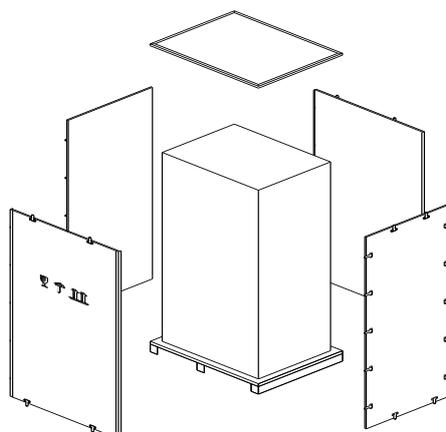

Fig.3-4 Smontare il contenitore
3. Aprire il pannello superiore del contenitore in legno, e poi i pannelli laterali (vedi fig. 3-4).